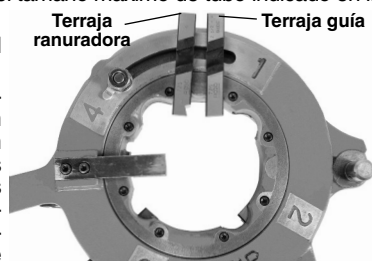

Figura 2 – Colocación de las terrajas
- Levante la lengüeta de la arandela fuera de la ranura y abra el cabezal de terrajas, moviendo la tuerca de ajuste de la placa de levas en dirección hacia el tamaño máximo de tubo indicado en la placa de levas (Figura 2).
- Introduzca la terraja ranuradora (marcada "4") en la ranura marcada 4 en el cabezal. Las terrajas guía no están marcadas y se colocan en las ranuras 1, 2 y 3 del cabezal. Introduzca el borde numerado que tiene la muesca orientado hacia arriba, hasta que la línea indicadora en la terraja esté al ras con el borde del cabezal de terrajas (Figura 2).
muestra orientado hacia arriba, hasta que la línea indicadora en la terraja esté al ras con el borde del cabezal de terrajas (Figura 2).